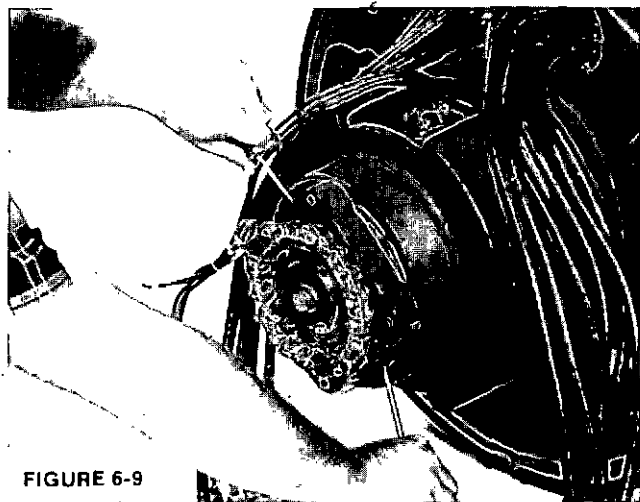

FIGURE 6-9
3. Dévisser les 4 vis de fixation. (Figure 6-9.)